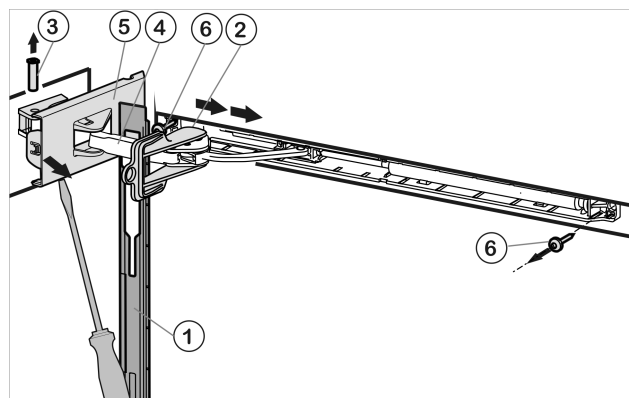

Fig. 53
- Pousser le panneau au-dessus de l'étrier de l'amortisseur Fig. 53 (4) vers l'avant, en direction de l'appareil.
- Encliqueter le dispositif d'arrêt Fig. 53 (2) dans le trou oblong.
- Dévisser le cache côté charnière Fig. 53 (5) avec un tournevis jusqu'au premier enclenchement.
- Chasser le pivot Fig. 53 (3) par le bas.
- Pousser l'étrier de l'amortisseur Fig. 53 (4) direction porte.
- Défaire complètement le cache Fig. 53 (5) côté charnière et l'ôter.
- Ôter Fig. 53 (1) le panneau.
- Dévisser l'unité de l'amortisseur de fermeture (2 vis Torx 15) Fig. 53 (6).